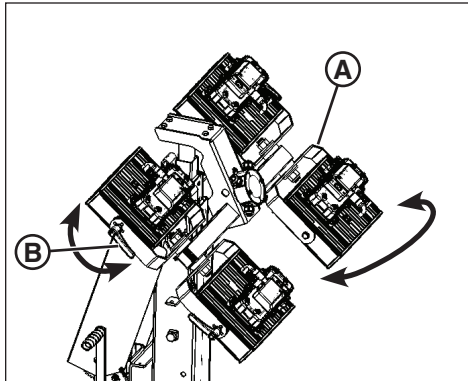

Figura 9
2. Sujete y gire la horquilla de la luminaria (A, figura 9) para ajustar cada luminaria de lado a lado.
3. Afloje la perilla de bloqueo de la luminaria (B, figura 9) para ajustar cada luminaria hacia arriba o hacia abajo. Ajuste la perilla de bloqueo después de ajustar.